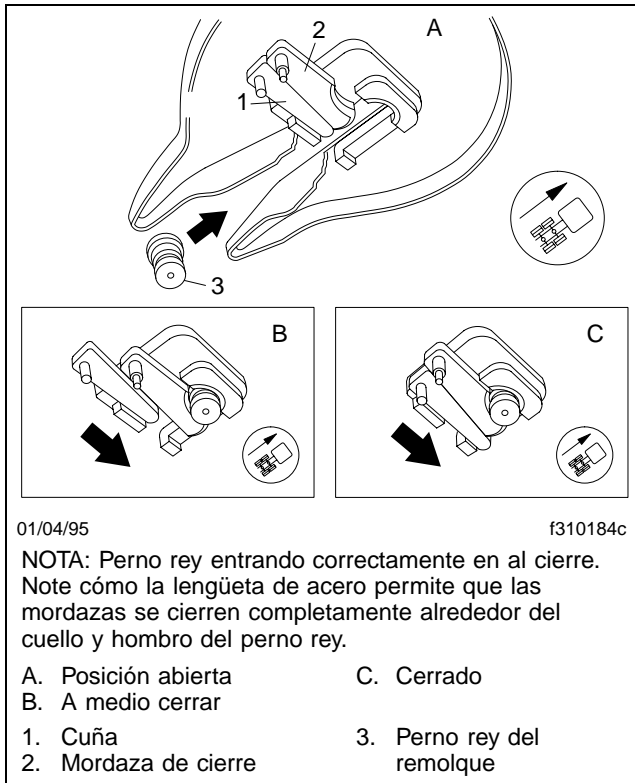

Figura 8.5, Mecanismo de cierre del perno rey, Fontaine
Mecanismo de cierre de la quinta rueda para el perno rey del remolque (Vea la Figura 8.5)
Durante el acoplamiento (**Figura 8.5**), el movimiento del perno rey al entrar en la mordaza activará la mordaza y la cuña. La mordaza se moverá detrás del perno rey, seguida por la cuña. El propósito de la cuña es el de reforzar la mordaza y eliminar la holgura alrededor del perno. Cualquier desgaste en la mordaza es compensado inmediatamente por la cuña para que no haya ninguna holgura en la conexión.
3. Coloque el tractor de modo que la abertura del cierre de la quinta rueda esté en línea (vertical y horizontalmente) con el perno rey del remolque. El perno rey debe estar en una posición para poder entrar en la garganta del mecanismo de cierre, según se muestra en la **Figura 8.5**. Ajuste los patines del remolque para dar suficiente alineación de altura para un cierre eficaz del perno rey.